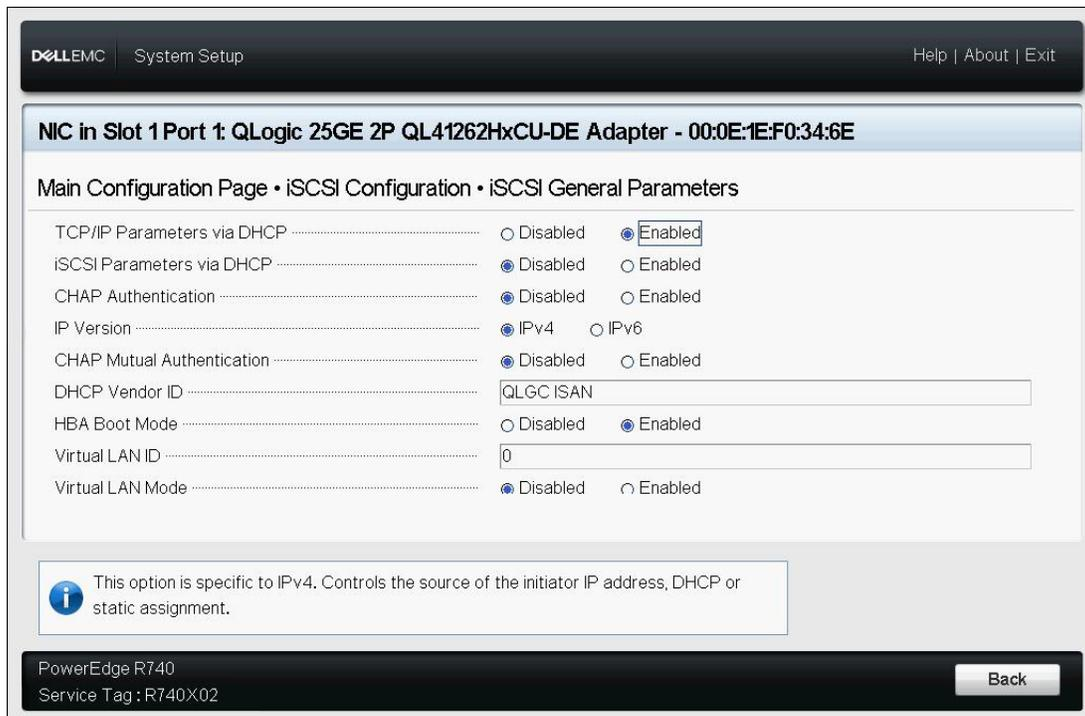

Abbildung 5-11. Allgemeine iSCSI-Parameter
- iSCSI General Parameters** (Allgemeine iSCSI-Parameter) (Abbildung 5-11 auf Seite 59)